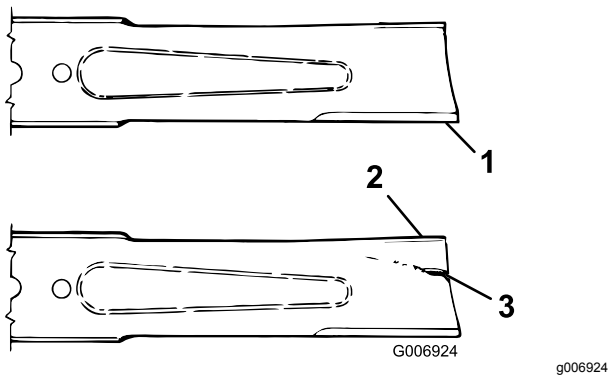

Рисунок 60
2. Осторожно проверьте режущие кромки ножей, особенно в точке соединения плоской и изогнутой частей ножа (Рисунок 60). Проверяйте ножи перед эксплуатацией машины, поскольку песок и абразивный материал могут стачивать металл между плоской и изогнутой частями ножа. При обнаружении износа (Рисунок 60) замените нож; см. раздел «Снятие режущего ножа».
Если вы допустите износ ножа, то между полотном и плоской частью ножа образуется бороздка (Рисунок 60). Часть ножа может случайно отломиться и вылететь из-под корпуса, возможно, нанеся тяжелую травму оператору или находящимся рядом людям.